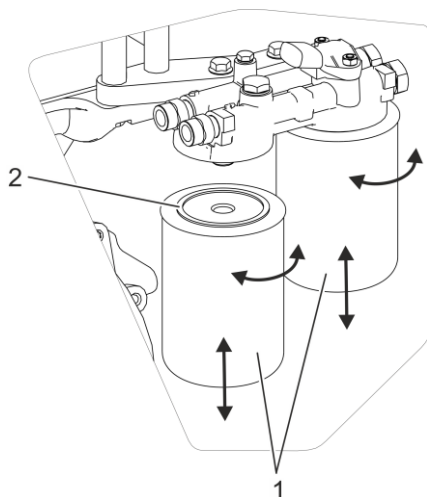

Рисунок 21 – Снятие сменных фильтров для топлива:
2. Отвернуть последовательно сменные фильтры для топлива 1 (рисунок 21). В случае затруднённого отворачивания фильтра использовать специальный съёмник.